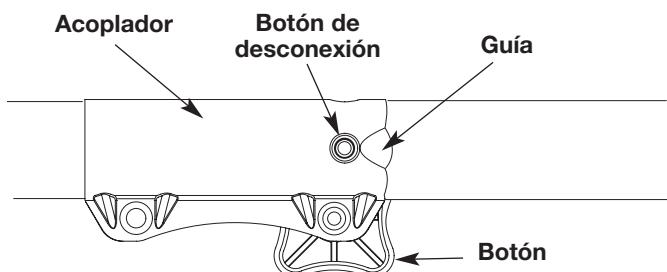

Fig. 3
**NOTA:** La alineación del botón de desconexión con la guía ayuda en la instalación (Fig. 3).
4. Apriete el botón girándolo hacia la derecha (Fig. 3). El accesorio deberá instalarse con el botón de desconexión en el orificio primario.
2. Oprima y sostenga oprimido el botón de liberación (Fig. 3).